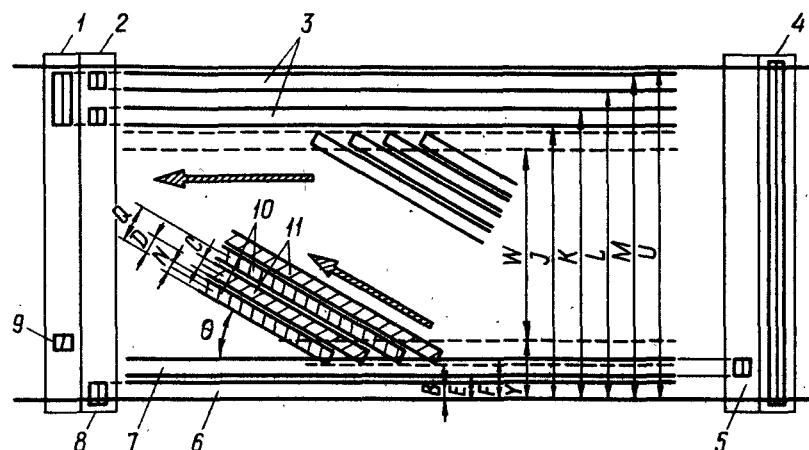

Рис. 9. Расположение дорожек записи в видеомagnetofоне BVW-1AP формата Betacam:
В видеосистеме Betacam применен формат записи сигнала, при котором запись сигналов яркости (Y) и цветности (Cr, Cb) производится на отдельные видеодорожки разными видеоголовками. Расположение дорожек записи показано на рис. 9. Ширина видеоленты равна 12,65 мм, ширина наклонных видеодорожек — 80 мкм. В верхней части видеоленты расположены две продольные дорожки, каждая шириной 0,6 мм, для записи звуковых сигналов (канал звука I и канал звука II). В нижней части ленты размещаются дорожка синхросигнала (сигнала управления) шириной 0,4 мм и дорожка адресно-временного кода шириной 0,5 мм.
На рис. 9 и 10 показаны также общая головка стирания с длиной затора во всю ширину ленты, головка записи/воспроизведения управляющего синхросигнала, универсальная звуковая двухканальная головка и в этом же корпусе расположенная головка записи/воспроизведения адресно-временного кода. Воспроизводящая звуковая головка служит для контроля сигнала во